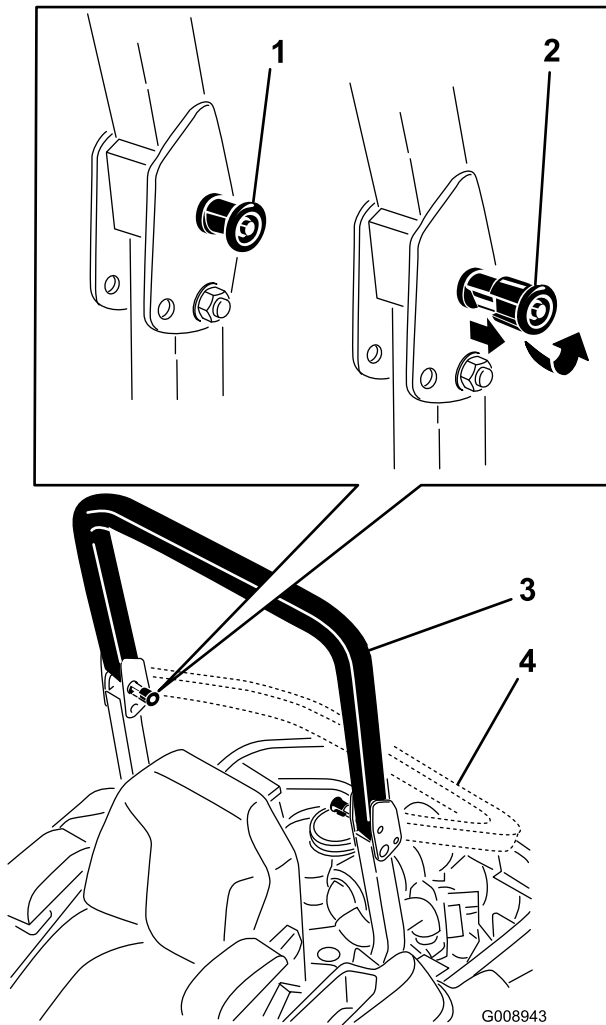

Figura 8
2. Tire de ambos pomos hacia fuera y gírelos 90° para desengranarlos (Figura 8).
- Coloque la barra antivuelco en la posición de bajada (Figura 8).
- Para elevar la barra antivuelco, suba la barra a la posición de uso, y gire los pomos para que se introduzcan parcialmente en las ranuras (Figura 8).
- Eleve la barra a la posición vertical, presionando sobre la parte superior de la misma; las clavijas encajarán en cuanto se alineen con los orificios (Figura 8).